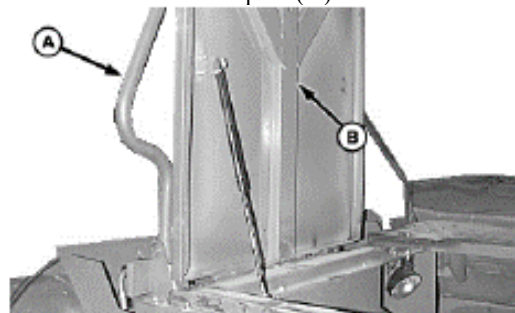

Рис.3.48 – Поручень (А) та кришка для доступу до двигуна (В)
Підняти поручень (A) і підняти кришку (B) доступу до двигуна (рис.3.48).